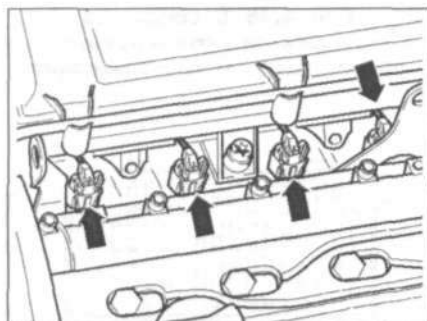

Рис. 4.50. Отсоедините разъемы проводки (стрелки) от форсунок.
10. Отсоедините разъемы проводки (**стрелки**) от форсунок (рис. 4.50).